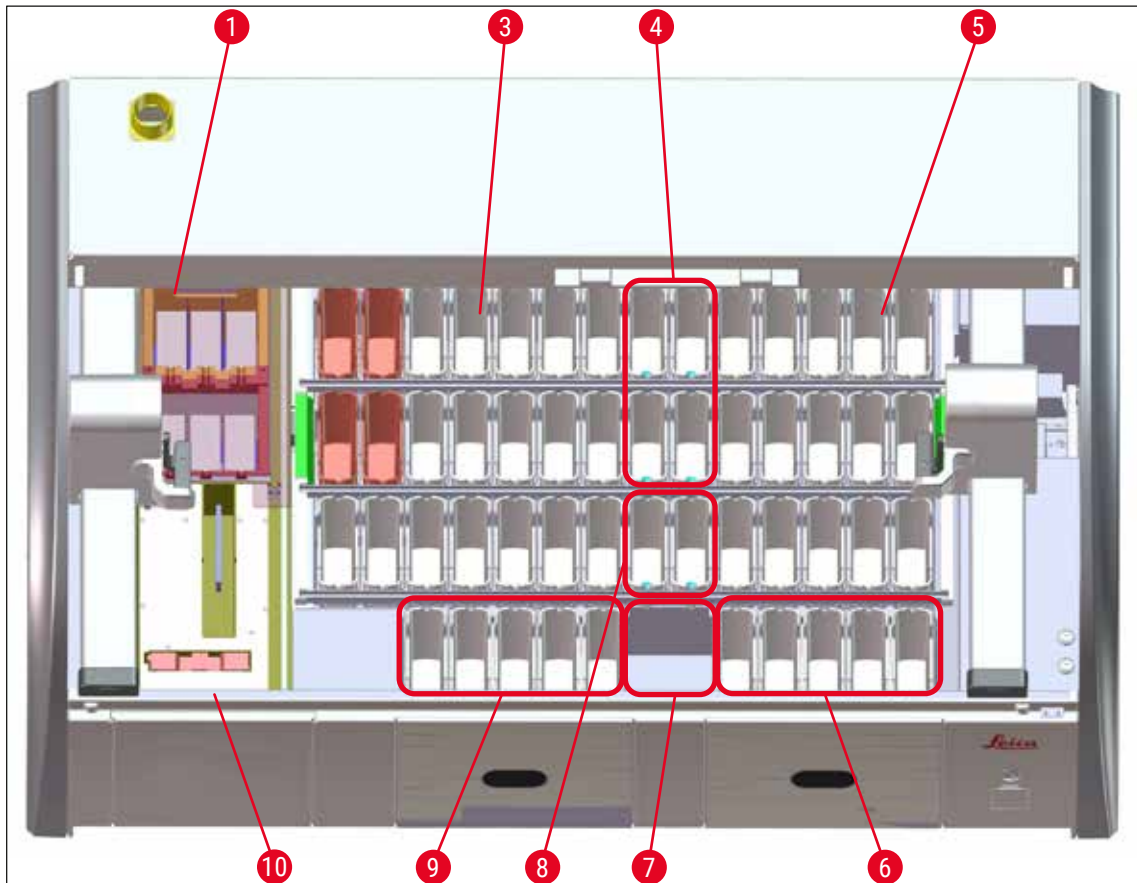

Fig. 65
- Les stations dupliquées doivent se trouver du même côté du champ de la cuvette (→ "Fig. 40") (→ "Fig. 65"), sinon il n'est pas possible d'enregistrer l'adaptation de la disposition du bain.
- La (→ "Fig. 65") présente un aperçu des différentes stations dans le champ correspondant à la cuvette.